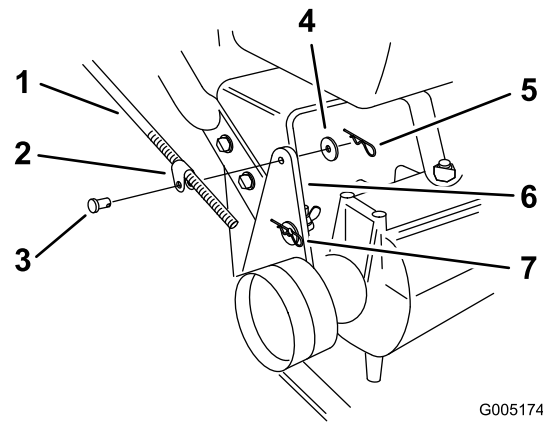

Figura 41
2. Compruebe su funcionamiento. Si es necesario ajustarla, retire la chaveta, la arandela y el pasador que sujetan el acoplamiento de la varilla de control al soporte de la polea tensora (Figura 41).